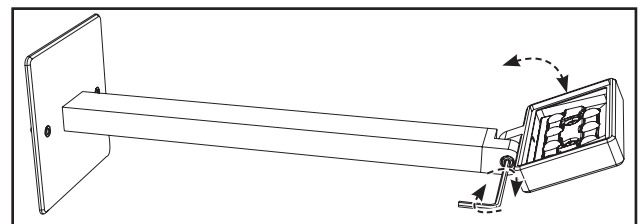

Figura 4.
6. Alinee la luminaria hasta la posición deseada usando una llave allen de 9/64". Ajuste el perno del codo con una llave allen de 9/64" (Figura 4.)